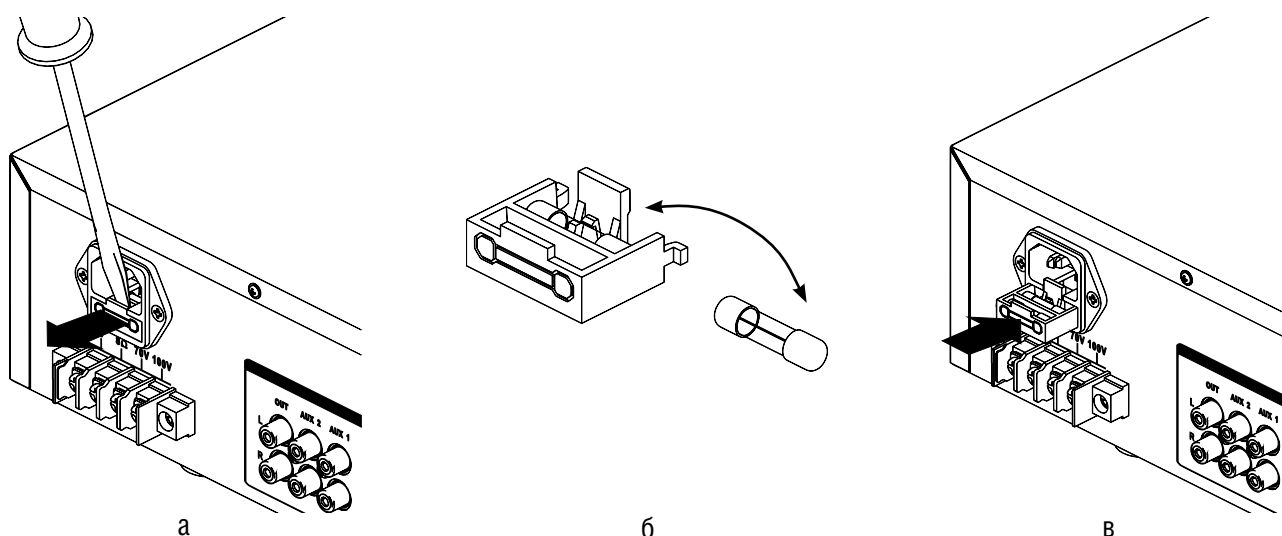

Рисунок 11.1 Порядок замены перегоревшего предохранителя
2. Извлеките крышку предохранителя из трансляционного усилителя аккуратно поддев её шлицевой отвёрткой. (**Рис. 11.1, а**).
3. Замените перегоревший предохранитель исправным, предварительно убедившись, что в крышке не осталось посторонних предметов (**Рис. 11.1, б**).
4. До упора вставьте крышку с исправным предохранителем в трансляционный усилитель (**Рис. 11.1, в**).